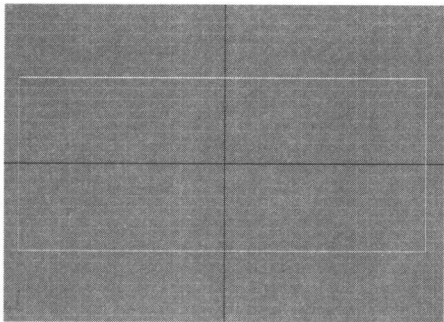

图 1-1 创建第一个长方体作为右墙壁
Step 1 启动 3ds max 程序,单击【创建】面板中的  按钮,选择 **长方体** 工具,在左视图中创建一个长方体,在【参数】卷展栏中设置其长度为 160、宽度为 370、高度为 12,如图 1-1 所示。